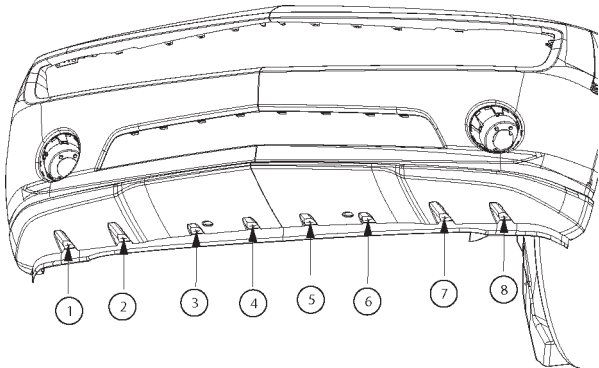

FIGURA 55
17. Utilice 8 líneas en el borde trasero del revestimiento como guía, perfore agujeros de 1/4" en el revestimiento y el salpicadero del vehículo. Consulte la figura 55.